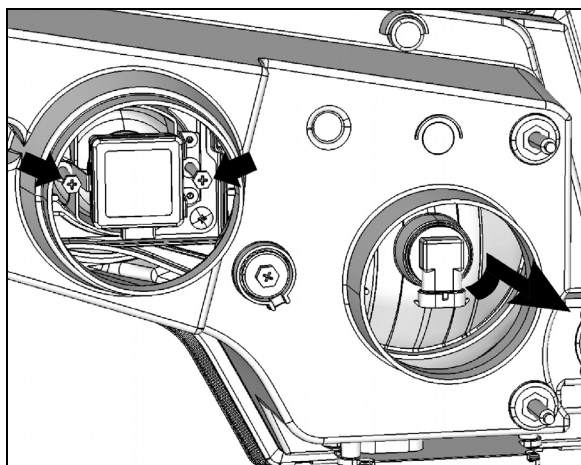

FIGURE 83 : VUE ARRIÈRE DU MODULE D'ÉCLAIRAGE AVANT
5. HALOGÈNE : tourner la base de l'ampoule dans le sens antihoraire. XÉNON : dévisser les vis cruciformes indiquées par les flèches, tirer le dispositif de retenue et retirer l'ampoule (FIGURE 83).